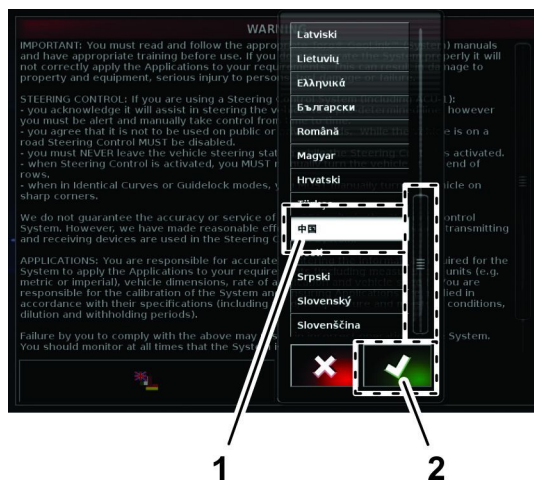

Figure 15
2. Dans la boîte de dialogue de sélection de langue, naviguez jusqu'à la langue que vous préférez, sélectionnez-la dans la liste et appuyez sur l'icône Oui (Figure 15).